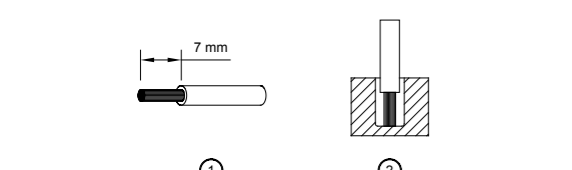

Figure 5
You can use flexible (stranded wire) or solid cables with cross section 1.3-3.3 mm² (AWG 16-12) and torque of 4.67 kgf.cm (4.05 lb in). To secure reliable and shock proof connections, the stripping length should be 7 mm (see Fig. 5 (1)). Please ensure that wires are fully inserted into the connecting terminals as shown in Fig. 5 (2).
Vous pouvez utiliser du câble souple (conducteurs torsadé) ou rigide de section 1,3-3,3 mm² max (AWG 16-12) avec un couple de serrage de 4,67 kgf.cm max (4,05 lb in). Le câble doit être dénudé sur 7 mm pour assurer une connexion fiable et résistante au choc (voir Fig. 5 (1)). Merci de s'assurer que les fils sont entièrement insérés dans le connecteur comme montré en Fig. 5 (2).